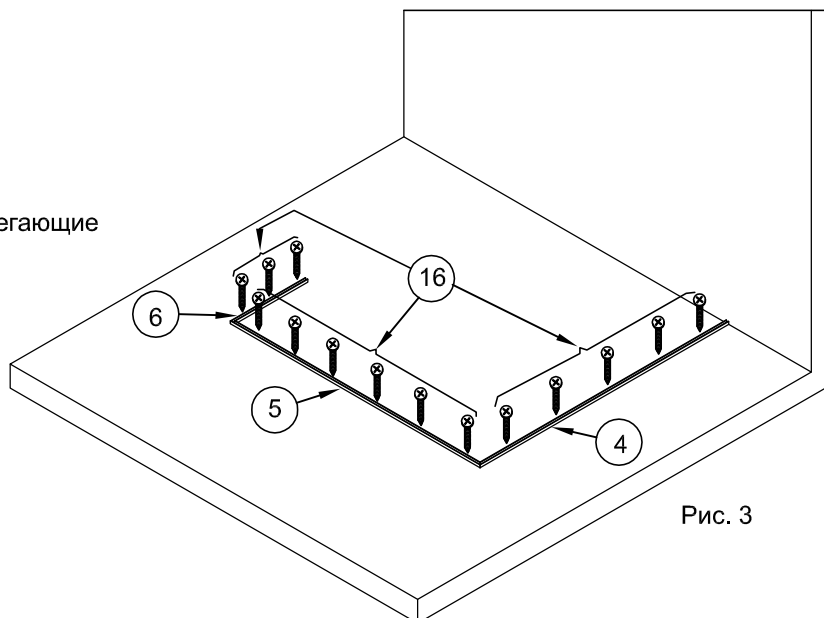

Рис. 3
1.7. Установить профили на пол. Вставить в отверстия шурупы №16 и вкрутить их отверткой, закрепив профили на полу (рис.3).